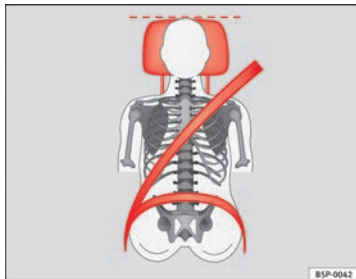
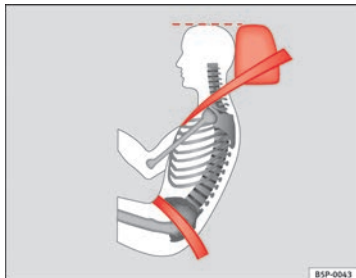

Abb. 3 Richtig eingestellte Kopfstütze von vorne betrachtet
Abb. 4 Richtig eingestellte Kopfstütze von der Seite betrachtet
- Stellen Sie die Kopfstützen so ein, dass sich die Oberkante der Kopfstütze möglichst auf einer Linie mit dem oberen Teil Ihres Kopfes, mindestens aber auf Augenhöhe befindet. ⇒ Abb. 3 und ⇒ Abb. 4.